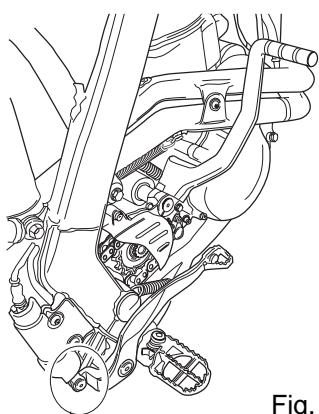

Fig. 31
1. Controllare che il livello dell'olio si trovi sempre tra il segno di minimo e massimo del serbatoio "C" (Fig.31) del freno posteriore. Rabboccare se necessario (olio Dot 4 o 5).
1. Der Bremsflüssigkeitsstand muss immer zwischen der MIN- und MAX-Marke am Bremsflüssigkeitsbehälter "A" (Abb. 31) liegen, andernfalls sofort Bremsflüssigkeit (DOT 4 oder 5) nachfüllen.
1. Vérifier que le niveau de l'huile soit toujours compris entre les repères MIN et MAX dans le réservoir "A" (Fig.31) du frein arrière. Faire l'appoint, si besoin en est (huile Dot 4 ou 5).